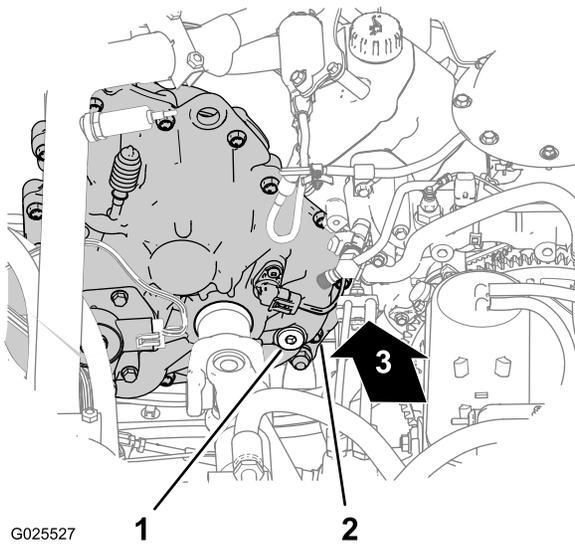
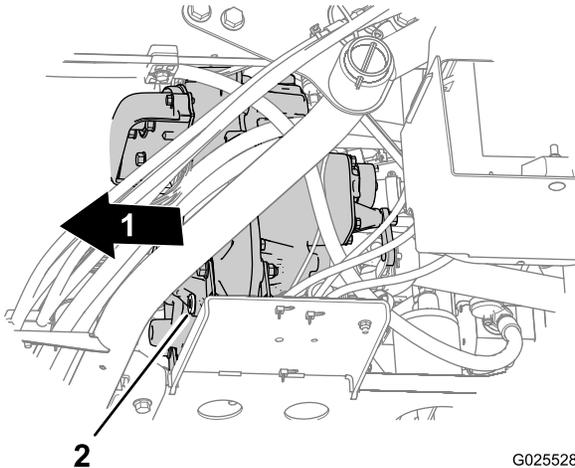

Figura 68
Figura 69
2. Localize o tampão de enchimento na área interior traseira da estrutura da transmissão e localize o tampão de escoamento no lado exterior dianteiro da transmissão (Figura 68 e Figura 69).
3. Retire o tampão de enchimento do orifício de enchimento rodando o tampão no sentido contrário aos ponteiros do relógio e retirando-o da transmissão (Figura 68).
4. Alinhe um recipiente de escoamento com o tampão de escoamento (Figura 69).
5. Retire o tampão de escoamento do orifício de escoamento rodando o tampão no sentido contrário aos ponteiros do relógio e retirando-o da transmissão (Figura 69).
6. Monte o tampão de escoamento (Figura 69).
7. Adicione 700 ml de fluido da transmissão Dexron VI através do orifício de enchimento (Figura 68).
8. Volte a colocar o bujão de enchimento (Figura 68).